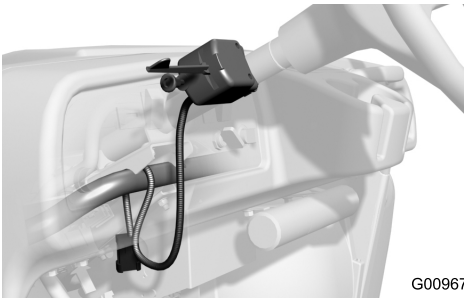

Figura 19
- 4. Fate passare il cablaggio proveniente dal controller di segnale sotto il cruscotto e sopra il tubo di supporto (Figura 19).